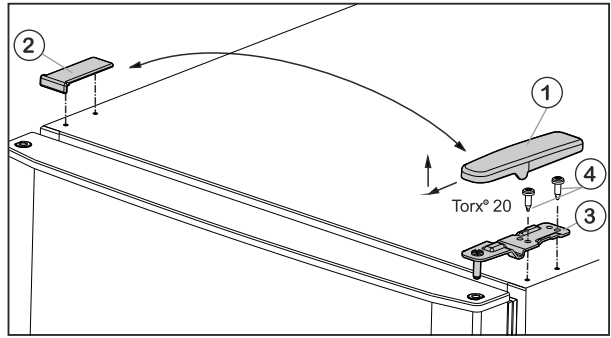

Fig. 5
- ▶ Відведіть кришку Fig. 5 (1) вперед і вгору.
- ▶ Зніміть кришку Fig. 5 (2).
- ▶ Викрутіть верхній опорний кронштейн Fig. 5 (3) (2 шт. Torx® 20) Fig. 5 (4) і відведіть вгору.
- ▶ Встановіть верхній опорний кронштейн Fig. 5 (3) в дверцята на новий бік шарніра.
- ▶ Прикрутіть верхній опорний кронштейн (з моментом 4 Нм) гвинтами (2 шт. Torx® 20) Fig. 5 (4). У разі необхідності скористайтеся акумуляторним гвинтокрутом.
- ▶ Встановіть і зафіксуйте кришку Fig. 5 (1) з протилежного боку ззовні.
- ▶ Також встановіть згори і зафіксуйте кришку Fig. 5 (2) з протилежного боку.